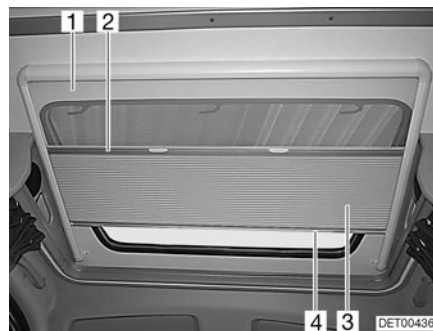

Fig. 53 Tragaluz
Estor plegable El estor plegable (Fig. 53,3) está unido fijamente con la protección contra insectos (Fig. 53,1).
- Coger el estor plegable por el centro de la tablilla final (Fig. 53,4) y tirar con cuidado hacia abajo.
- Regresar el estor plegable lentamente a su posición por la tablilla final (Fig. 53,4).
- Detener el centro de la tablilla final (Fig. 53,2) de la protección contra insectos y tirar con cuidado completamente hacia abajo.
- Regresar la protección contra insectos lentamente a su posición por la tablilla final del estor plegable (Fig. 53,4).